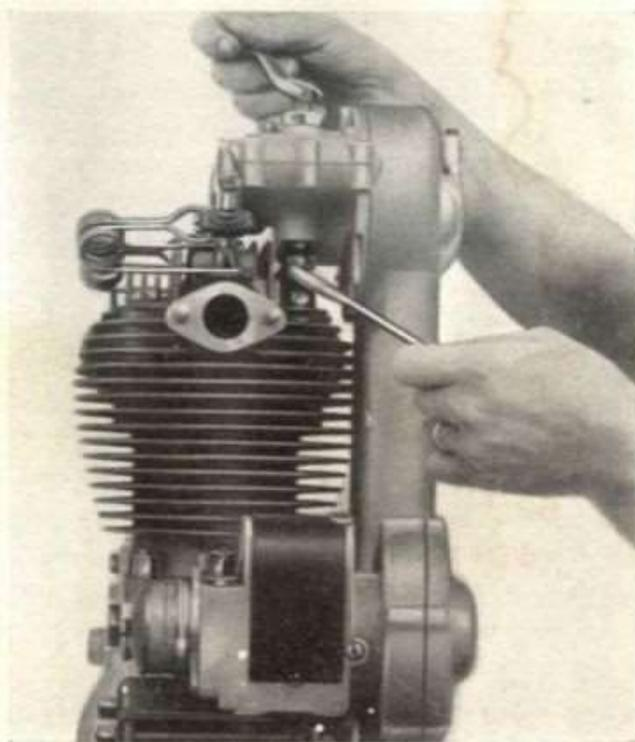

Fig. 7
- 7° Allentare totalmente i dadi dei perni guida della scatola a camme e liberare i perni stessi dalla filettatura (vedi fig. 7).